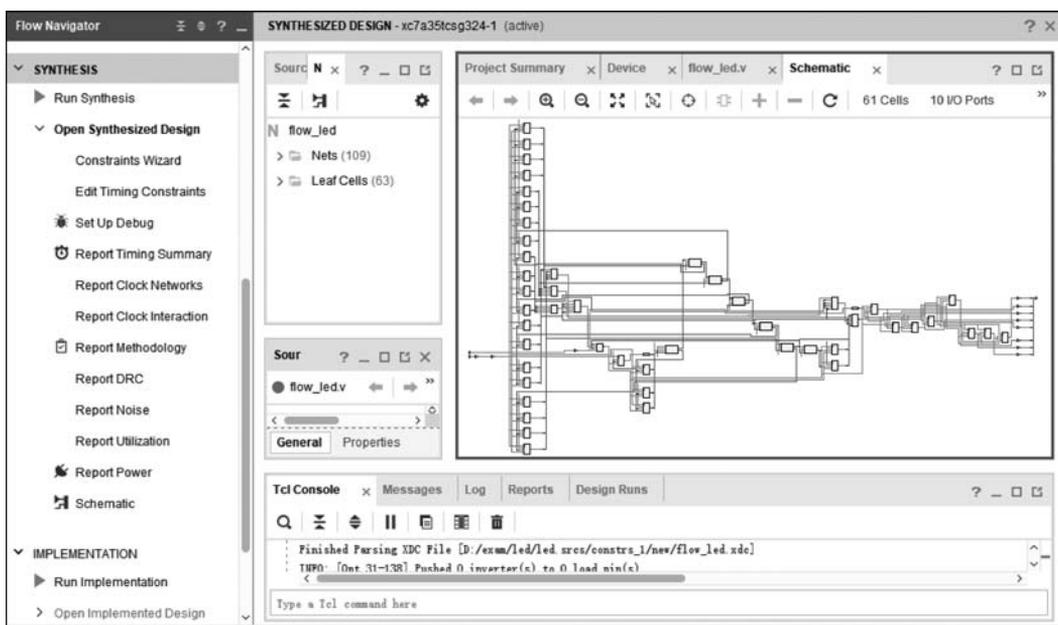

图 3.22 综合后的电路图
(2) 编译成功后,在 Flow Navigator 中选择 Synthesis 下的 Schematic 选项,可以查看综合后的电路图。本例的综合后的电路如图 3.22 所示。